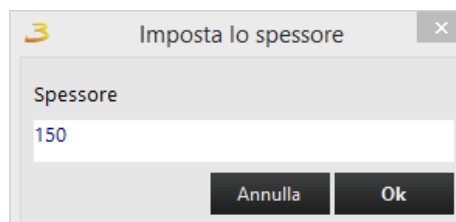

Figura 3.24: Impostazione spessore della parete.
- 3 trascinando i pulsanti di modifica spessore (freccette arancioni) si può cambiare lo spessore del muro, oppure selezionandoli e premendo spazio (oppure invio), figura 3.24.